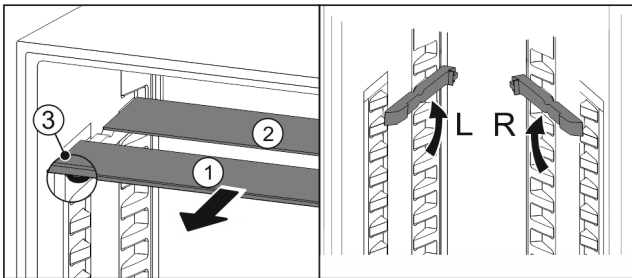

Fig. 74
- ▶ Glasplatten einzeln nach vorne herausziehen Fig. 74 (1).
- ▷ Glasplatte Fig. 74 (1) mit Zierleiste liegt vorne.
- ▷ Stopps Fig. 74 (3) zeigen nach unten.